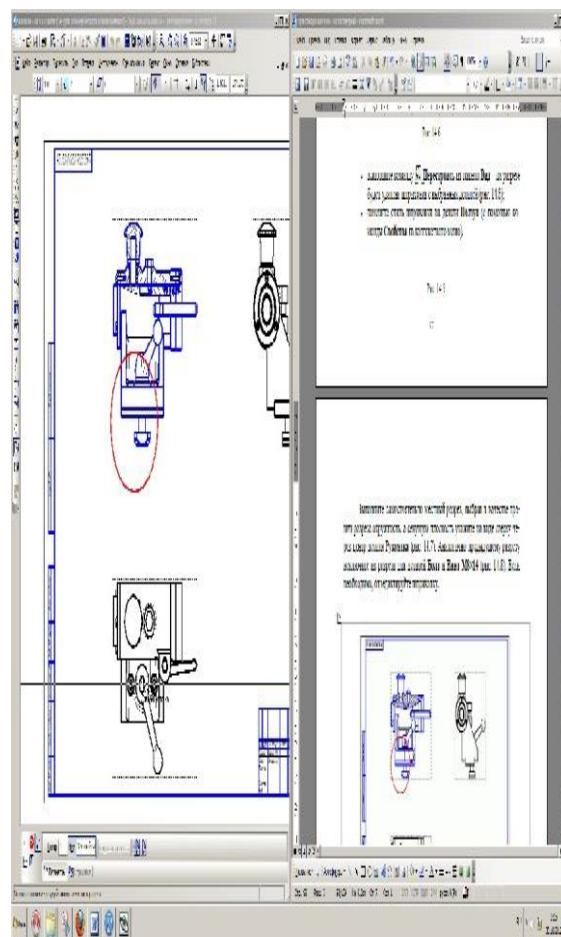
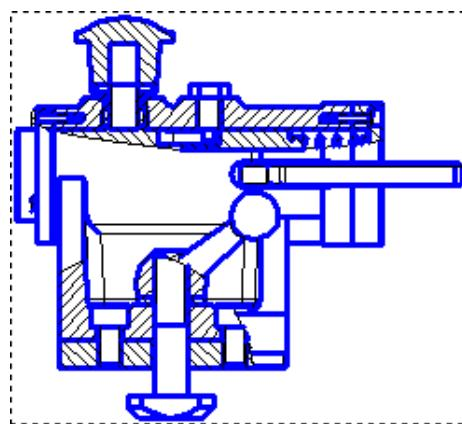

Рис. 119
Рис. 120
- выполните команду **Перестроить** из панели **Вид** – на разрезе будет удалена штриховка с выбранных деталей (рис. 119);
Выполните самостоятельно местный разрез, выбрав в качестве границ разреза окружность, а секущую плоскость укажите на виде сверху через центр детали **Рукоятка** (рис. 119). Аналогично предыдущему разрезу исключите из разреза детали **Болт** и **Винты M8×14** (рис. 120). Закройте дерево чертежа и, если необходимо, отредактируйте штриховку на детали **Рукоятка**.